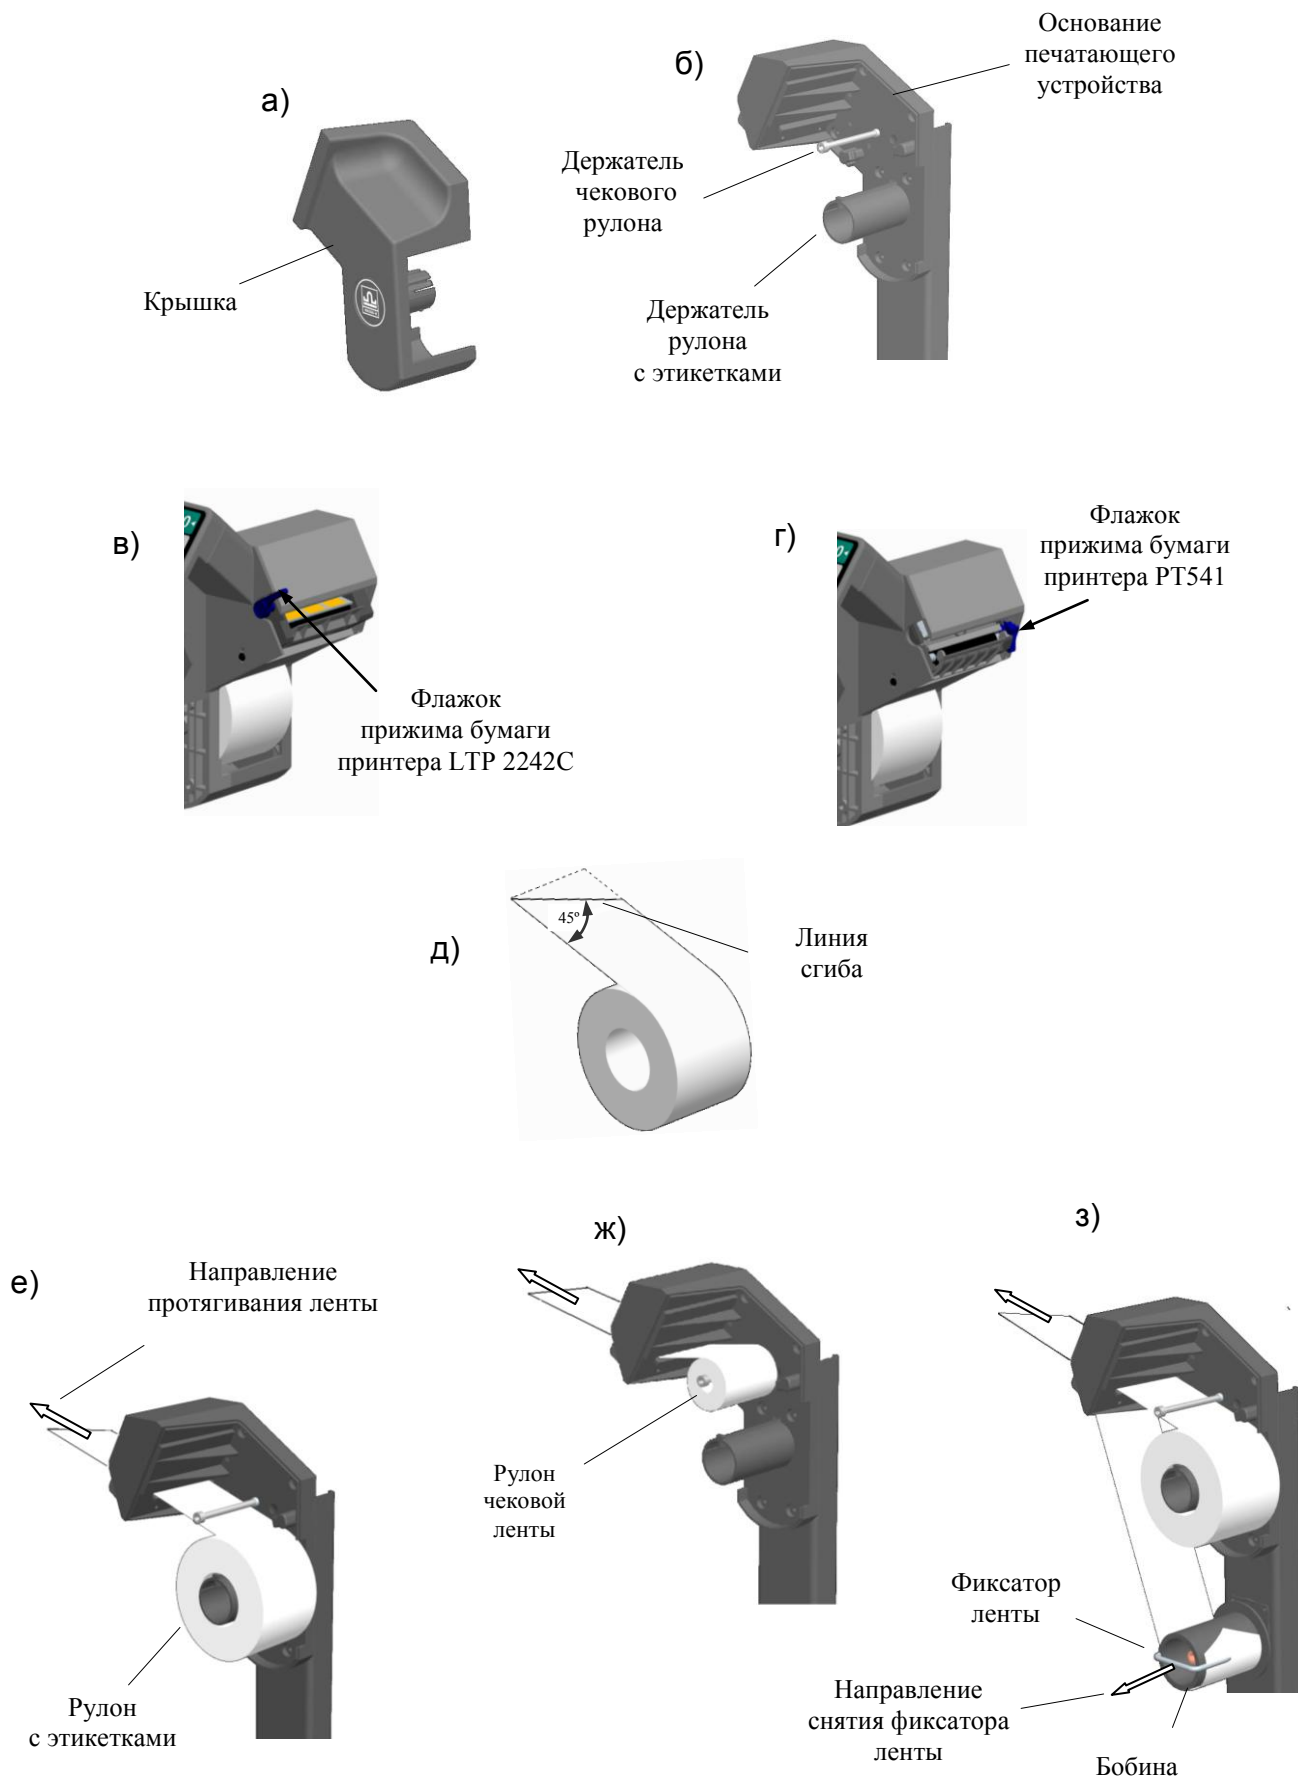

Рис. 2.3 – Установка рулонов в терминалах RP и R2P
- Легким рывком снять крышку печатающего устройства (Рис. 2.3 а, б).
- Поднять флажок прижима бумаги (Рис. 2.3 в, г).
- Плотно согнуть конец бумажной ленты нового рулона под углом 45° (Рис. 2.3 д).
- Надеть рулон на соответствующий держатель (Рис. 2.3 е, ж).
- Протянуть согнутый конец ленты через принтер в направлении, указанном стрелками (Рис. 2.3 е, ж).
- Снять фиксатор с бобины (Рис. 2.3 з).